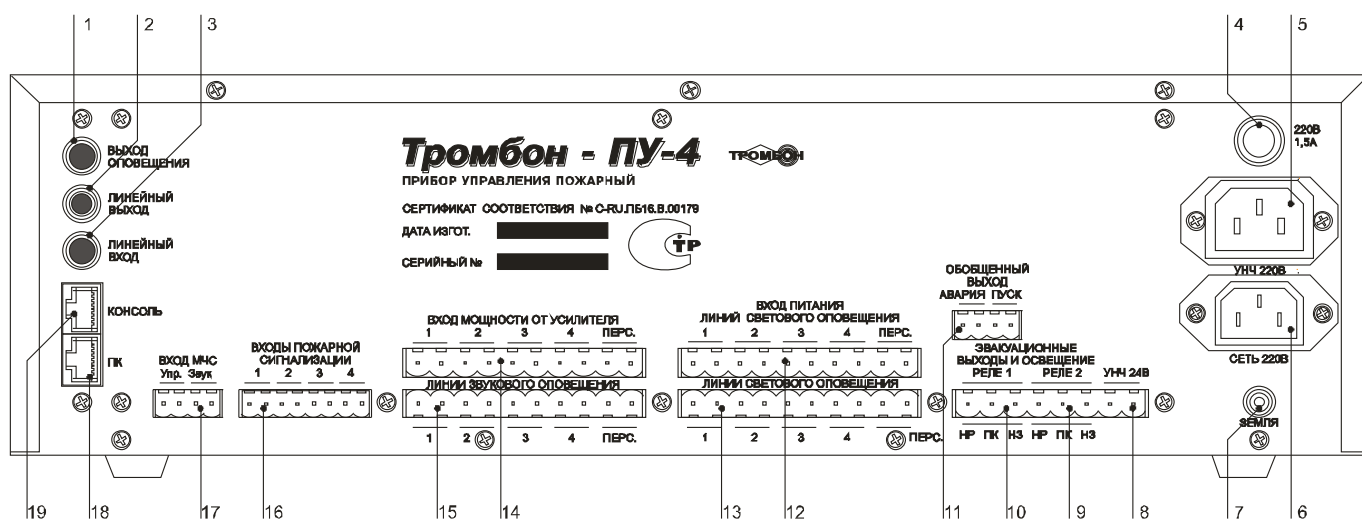

Рис. 2. Прибор управления пожарный «Тромбон - ПУ-4», вид со стороны задней панели.
5.1.1. Аналоговое подключение через «Входы пожарной сигнализации» (рис. 2, поз. 16).
5.1.2. Цифровое подключение к сопряженной комплексной системе безопасности выполняется через последовательный порт «ПК» кабелем «Витая пара» (интерфейс RS485 рис. 2 поз. 18). Назначение контактов последовательного порта «ПК» приведено в Приложении 3.
Прибор имеет специальный «Вход МЧС» (рис. 2, поз. 17). Вход предназначен для стыковки с блоком централизованного запуска системы оповещения МЧС (БЦЗ-166 или аналогичными). Вход выполнен в виде 4-х контактного разъема. К данному разъему подключены логический вход управления Прибора (реагирующий на замыкание контактов) и вход звукового сигнала (уровень 0,775В).
Для подключения консолей на задней панели ППУ расположен специальный порт «Консоль» (рис. 2, поз. 19).
- Разъем «Линейный вход» (рис. 2, поз. 3) предназначен для подключения к Прибору источника музыкальных программ. Вход стереофонический, используется только в режиме звукового вещания. Максимальное входное напряжение сигнала на данном входе – 250 мВ.
- Разъем «Выход оповещения» (рис. 2, поз. 1) предназначен для подключения звуковых сигналов от Прибора к входу «Оповещения» усилителя мощности. Сопротивление входа усилителя должно быть не менее 600 Ом. Максимальное напряжение звукового сигнала на данном выходе Прибора – не более 250 мВ. Схема подключения к усилителю мощности приведена в Приложении 6.
- Разъем «Линейный выход» (рис. 2, поз. 2) предназначен для подключения стереофонических звуковых сигналов от Прибора к входам усилителей мощности. Выход используется при необходимости реализации на объекте стереофонического вещания, например для озвучивания кафе. Напряжение звукового сигнала на данном выходе не более 250 мВ.
- Разъем «Линии звукового оповещения» (рис. 2, поз. 15) предназначен для подключения линий связи со звуковыми оповещателями. Всего Прибор имеет пять выходов. Первые 4 выхода предназначены для четырех зон общего оповещения, пятый выход «Перс.» предназначен для зоны первоочередного оповещения персонала. Прибор обеспечивает контроль исправности линий связи. Контроль исправности может быть отключен программно. Схема подключения линий звукового оповещения к Прибору управления «Тромбон – ПУ-4» приведена в Приложении 6.
- Разъем «Вход мощности от усилителя» (рис. 2, поз.14) предназначен для подключения звуковых сигналов с выходов усилителей мощности. У Прибора имеется 5 независимых входов (по одному для каждой зоны). К данным входам Прибора допускается подключение усилителей мощности с выходными напряжениями от 15 до 240В, в зависимости от характеристик выбранных звуковых оповещателей. Прибор позволяет использовать для разных зон разные усилители, а также выходы усилителя с различными напряжениями. Схема подключения линий звукового оповещения и выходов усилителей мощности к Прибору управления «Тромбон – ПУ-4» приведена в Приложении 6.
- Разъем «Вход питания линий светового оповещения» (рис. 2, поз. 12) предназначен для подключения источников питания для световых оповещателей. В Приборе допускается подключение для разных линий оповещения различных источников питания с напряжениями от 12В до 220В, в зависимости от выбранных типов световых оповещателей. Схема подключения источников питания и световых оповещателей к ППУ приведена в Приложении 7.
- Разъемы «Линии светового оповещения» (рис. 2, поз. 13) предназначен для подключения линий связи со световыми оповещателями. Прибор обеспечивает контроль исправности линий связи. Контроль исправности может быть отключен программно. Схема включения линий светового оповещения приведена в Приложении 7.
5.7. Подключение эвакуационного освещения и замков эвакуационных выходов выполняется через разъем «Эвакуационные выходы и освещение» (рис. 2, поз. 9, 10).
5.9. Разъем «Сеть 220В» (рис. 2, поз 6) предназначен для подключения Прибора к сети питания переменного тока 220В 50Гц.
5.10. Подключение питания 220В на усилитель мощности выполняется через разъем «Питание усилителя 220В» (рис. 2, поз. 5). Напряжение на этом разъеме появляется при переходе Прибора из «Дежурного режима» в режимы «Тревога», «Экстренный запуск», «Трансляция МЧС», «Звуковое вещание» или «Звуковое вещание от удаленной консоли». В зависимости от мощности и количества усилителей в системе оповещения подключение питания к ним возможно двумя способами:
5.11. Подключение резервного питания 24В на усилитель мощности выполняется через разъем «Питание УНЧ 24В» (рис. 2, поз. 8). Контакты этого разъема замыкаются через реле при переходе Прибора
Звуковые сигналы, подаваемые на «Линейный вход» Прибора (рис. 2, поз 3), коммутируются на два выхода: «Выход оповещения» (рис. 2, поз. 1) и «Линейный выход» (рис. 2, поз 2).
Вход в режим «Трансляция МЧС» выполняется по команде, поступающей от БЦЗ, на вход управления МЧС Прибора (рис. 2, поз. 17). Команда представляет собой замыкание контактов «Упр.» на входе «МЧС» Прибора на все время трансляции. В режиме «Трансляция МЧС» Прибор управления включает основное и резервное питание усилителя мощности, включает все линии звукового оповещения и коммутирует сигнал от входа МЧС «Звук» на линейный выход Прибора. При этом загораются индикаторы «Оповещение зон» и индикатор «МЧС» на передней панели Прибора (рис. 1, поз. 9 и 13).